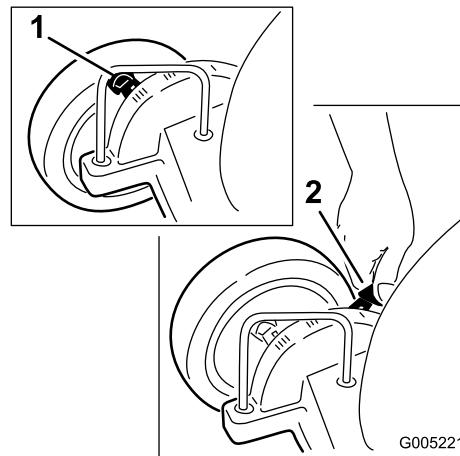

Figura 16
1. Tire de cada una de las palancas de ajuste de la altura de las ruedas delanteras hacia la rueda (Figura 16) y muévala a la posición deseada.
Las ruedas delanteras se ajustan individualmente con una palanca de ajuste de altura (Figura 16). Las ruedas traseras se ajustan juntas con una palanca de ajuste de altura que se encuentra sobre la rueda trasera izquierda (Figura 17).